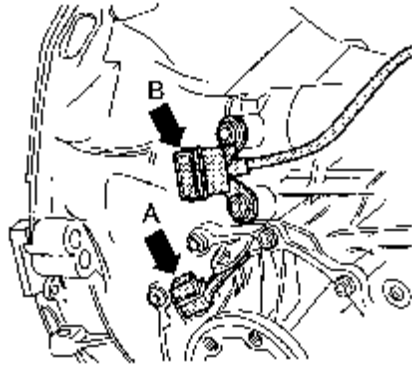

图 9-27 车速传感器和倒车灯插头
(8) 拔下车速表传感器插头（图 9-27 中箭头 A）和倒车灯插头（图 9-27 中箭头 B），拆下变速箱/发动机紧固螺栓和变速箱上所有其它电气连接线及接地线。